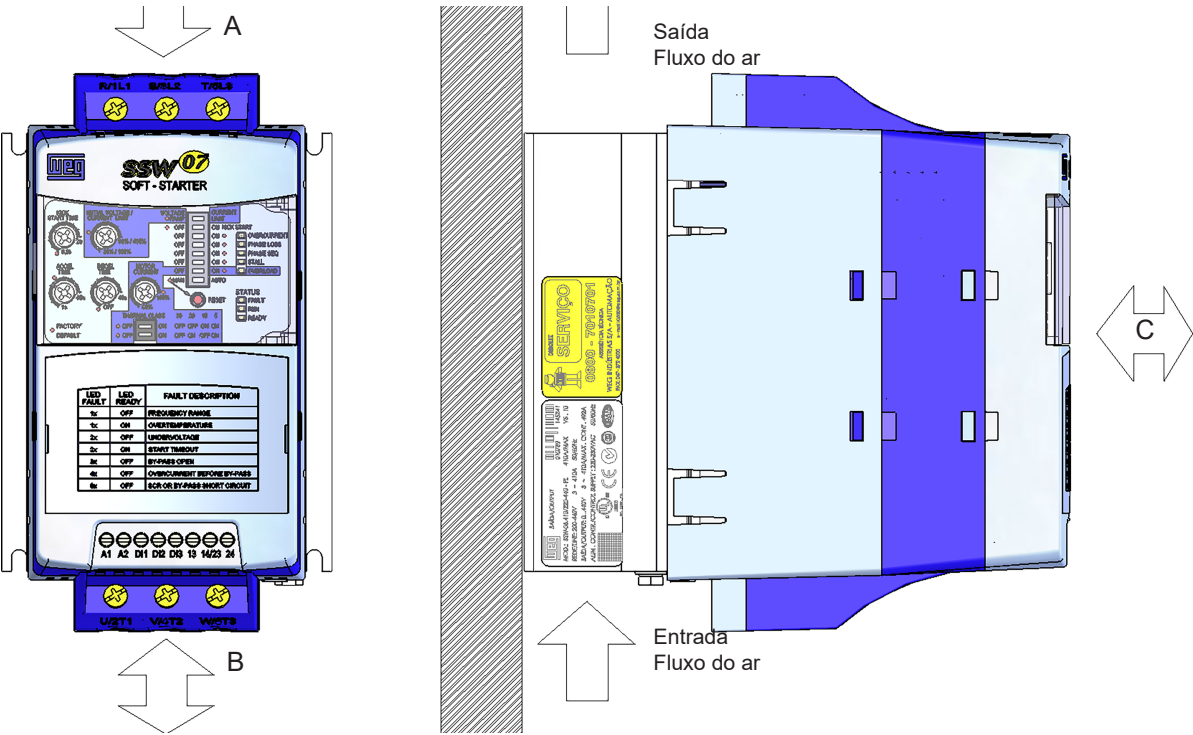

Figura 3.2 - Espaços livres para ventilação
3.1.3 Posicionamento/ Fixação Para a instalação da Soft-Starter SSW-07 deve-se deixar no mínimo os espaços livres ao redor da Soft-Starter conforme figura 3.2 a seguir. As dimensões de cada espaçamento estão disponíveis na tabela 3.2.